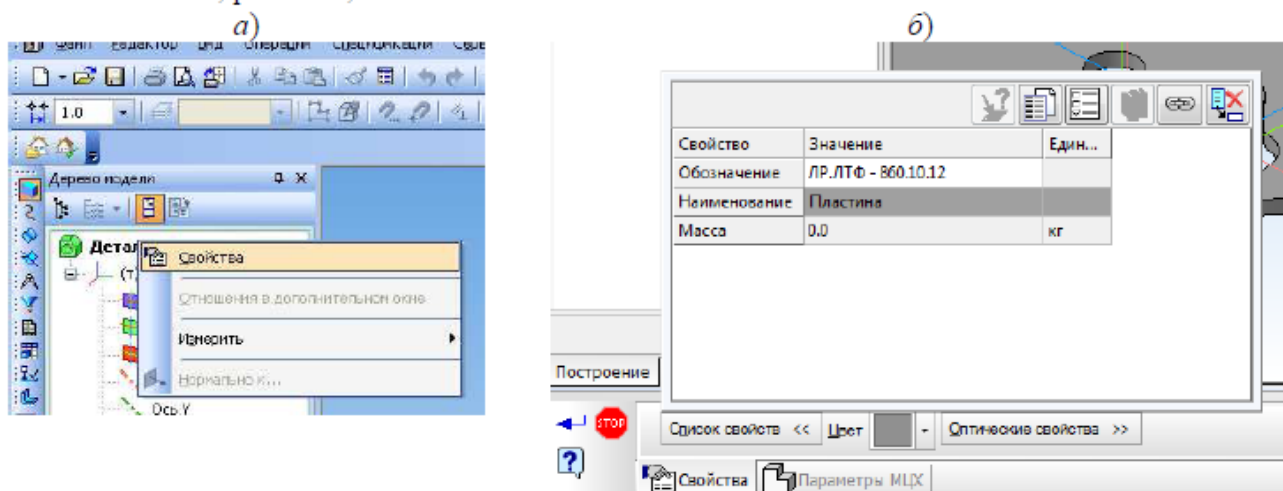

Рисунок 126 – Свойства детали Пластина
10.7 Наведите курсор мыши на панель "дерево детали", щелкните контекстное меню названия детали, рис. 126, а. Внизу в панели свойств откройте *Список свойств* в ячейку *Обозначения* внесите данные согласно рис.17 пункты от 1 до 6. В ячейку *Наименование* внесите Пластина, рис. 126, б.